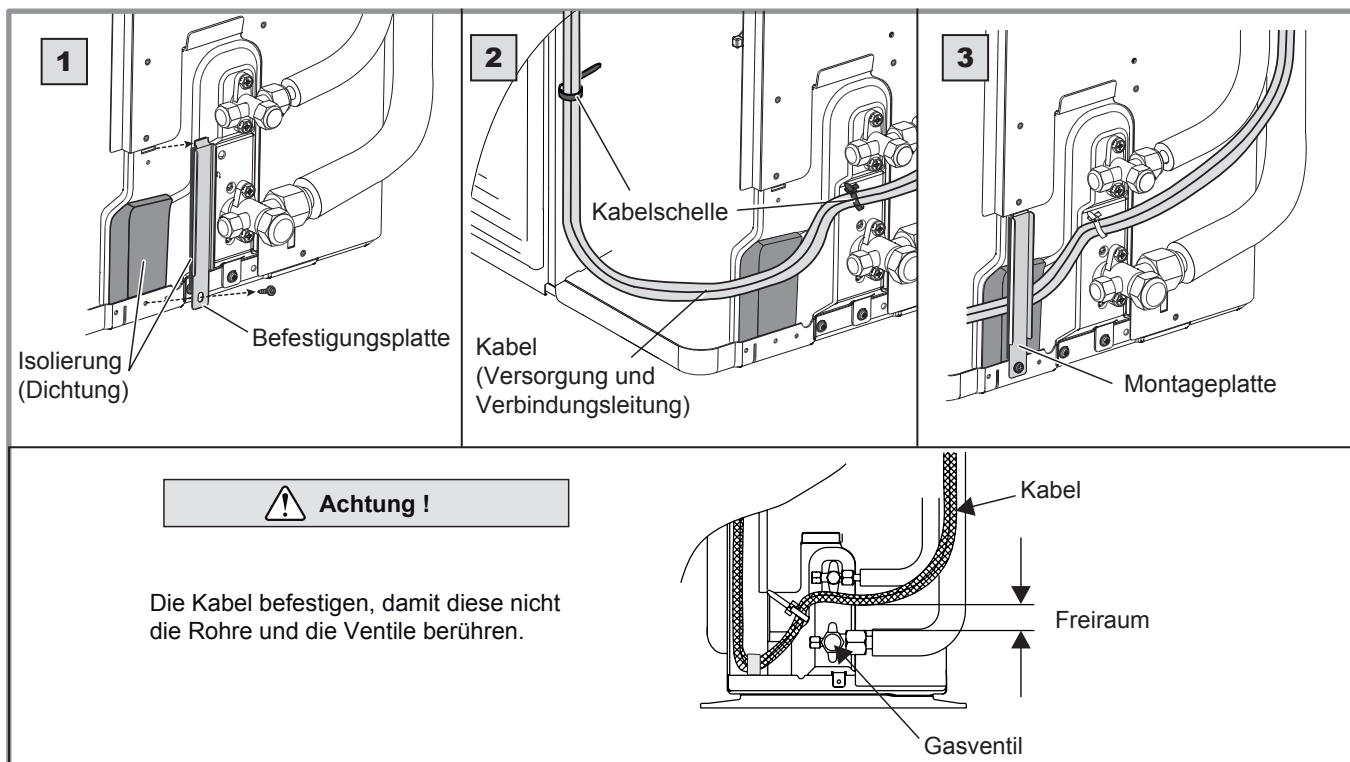

Abbildung 28 - Beenden des Anschlusses der Außeneinheit Einphasig
- Die Befestigungsplatte nutzen, um die Kabel gegen die Isolierung zu drücken (**Abbildung 28**).